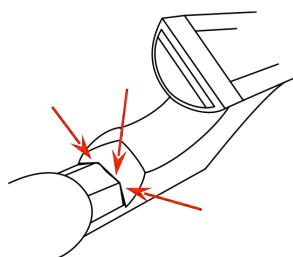

Fig. 3
- Aligner le pan central de la coulisse de hausse avec celui du milieu des trois pans de la baguette ; observer et noter les différences d'angles entre la coulisse de hausse et les trois pans de la baguette (Fig.3).